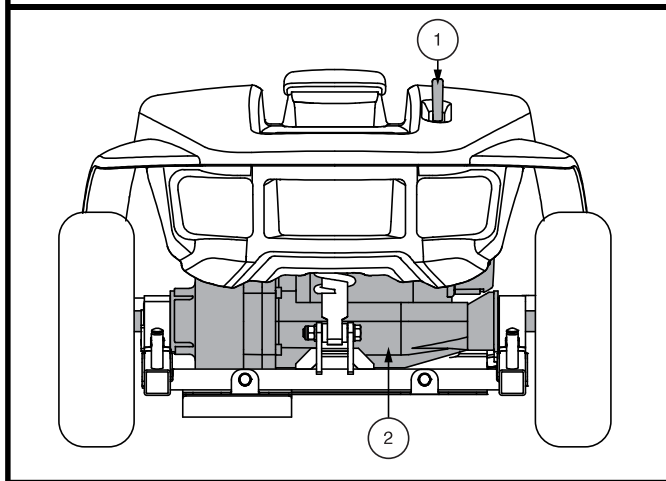

Figura 2. Sezione posteriore
1. Individuare le leve nella parte posteriore della base elettronica. **Vedere figura 2.**